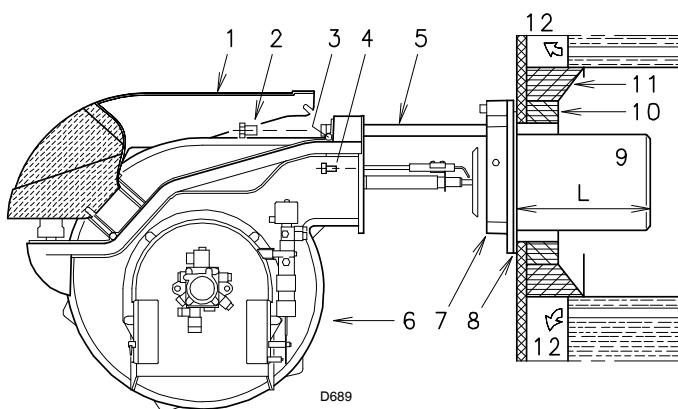

Fig. 7
### 5.4 Comprimento do tubo de fogo (Fig. 7)
Para as caldeiras com a frente refrigerada por água, não é necessário o revestimento refratário 10)-11)(Fig. 7), excepto se o fabricante da caldeira assim o indicar.
Uma vez efectuada esta operação, fixar a flange 7 (Fig. 7) à placa da caldeira, intercalando a junta 8) fornecida. Usar os 4 parafusos fornecidos, depois de haver protegido a rosca com um produto antibloqueio (massa para altas temperaturas, compounds, grafite).
- Abrir o queimador sobre as guias como se indica (Fig. 7 Pág. 12).